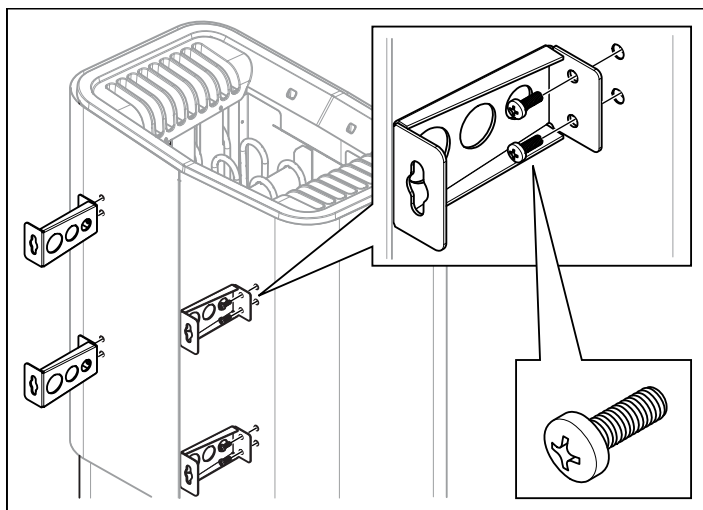

Fig 7: Montera konsolerna på aggregatet
5. Lossa de två första skruvarna på aggregatets baksida och skruva fast en av de fyra konsolerna. Upprepa proceduren tills alla konsolerna sitter på plats se Fig 7, sidan 3.